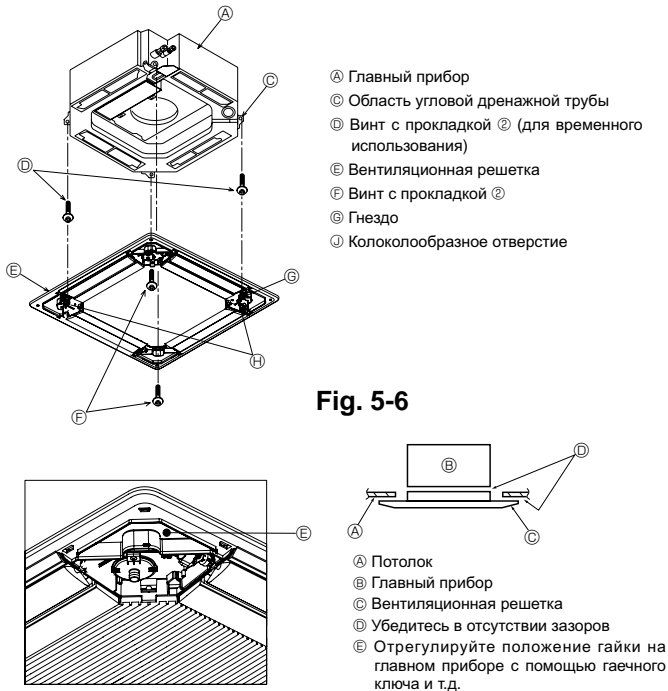

Fig. 5-6
- В 2 фиксатора ④
- Г Фиксатор ④
- Д Угловая панель i-see sensor ⑦
- Ж Винт ⑥
5.4.2. Временная установка вентиляционной решетки (Fig. 5-6)
- Временно закрепите решетку, используя колоколообразные отверстия, для чего установите гнездо ⑥ решетки в область угловой дренажной трубы главного прибора.